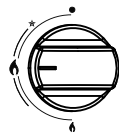
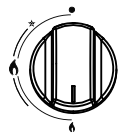

Figure 3
Figure 4
- ◆ Après ce délai de 15 secondes pour réguler la flamme, vous devez continuer à tourner la manette de commande dans le sens antihoraire jusqu'à ce que la flamme atteigne un niveau approprié. La position de fonctionnement doit être entre les positions maximum (Figure 3) et minimum (Figure 4).